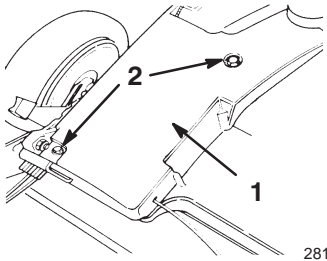

Figure 23
2. Déposez le couvercle (Fig. 23).
2. Enlevez les boulons qui fixent le couvercle de courroie au carter de la tondeuse (Fig. 23).